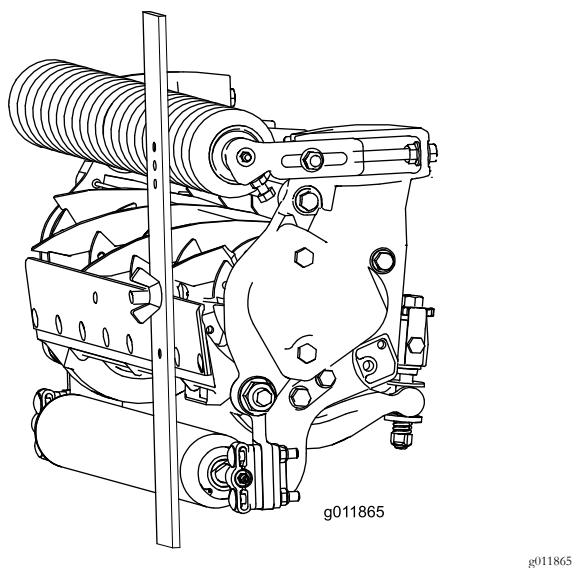

Рисунок 19
- Зашепите головку винта за режущую кромку неподвижного ножа и расположите задний конец планки на заднем валике (Рисунок 19).
- Поворачивайте регулировочный винт до тех пор, пока передний валик не коснется измерительной планки (Рисунок 19). Регулируйте оба конца валика